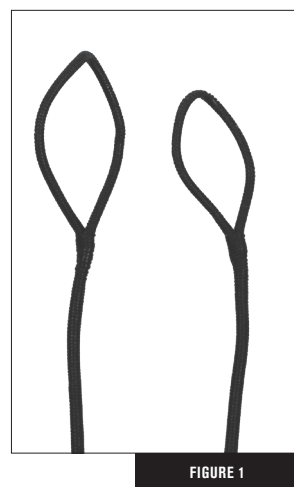

FIGURE 1
1. Orienter la corde de l'arc de façon à ce que la grande boucle (Fig. 1) soit placée au-dessus de l'extrémité de la branche, et placer la corde vers le bas, sur la branche.